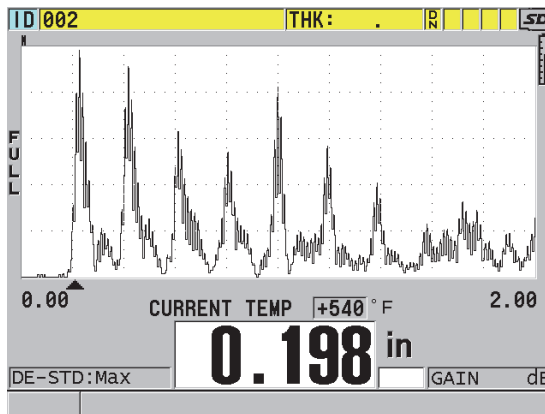

図 10-19 温度補正データの表示
- [測定]を押して、温度補正がオンになっている測定画面に戻ります（169 ページの図 10-19 参照）。